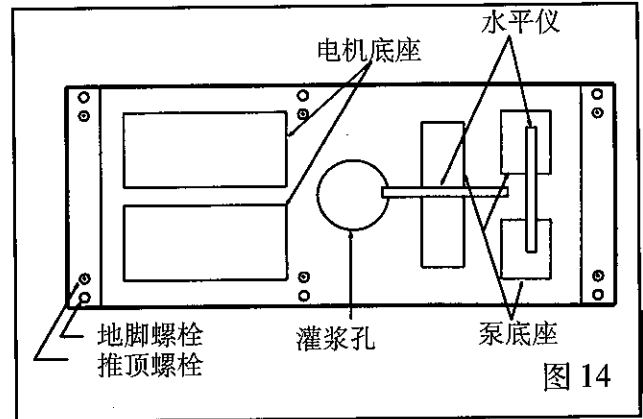

图 14
7. 在泵的底座上放置两个水平仪，测定长度方向的水平仪放在单块底座上，测定宽度方向的水平仪横放在两块底座的中间(图 14)。